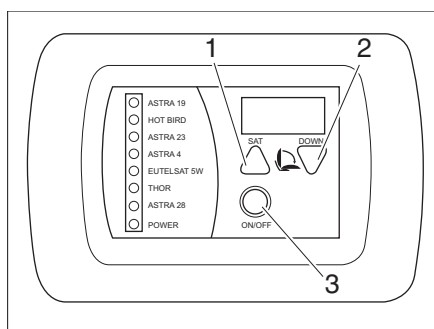

Bild 42 Panel Menü Verbraucher
- Satellitenanlage über den ON/OFF Knopf (Bild 42, 3) einschalten.
- SAT Taste (Bild 42,1)mehrmals drücken um einen Satelliten auszuwählen und den Suchlauf zu starten.
- Down Taste (Bild 42,2) drücken, um die Satellitenanlage einzufahren. Die Satellitenanlage wird eingefahren.
- Taste ON/OFF (Bild 42,3) drücken. Die Satellitenanlage wird eingefahren und das Fernsehgerät ausgeschaltet.